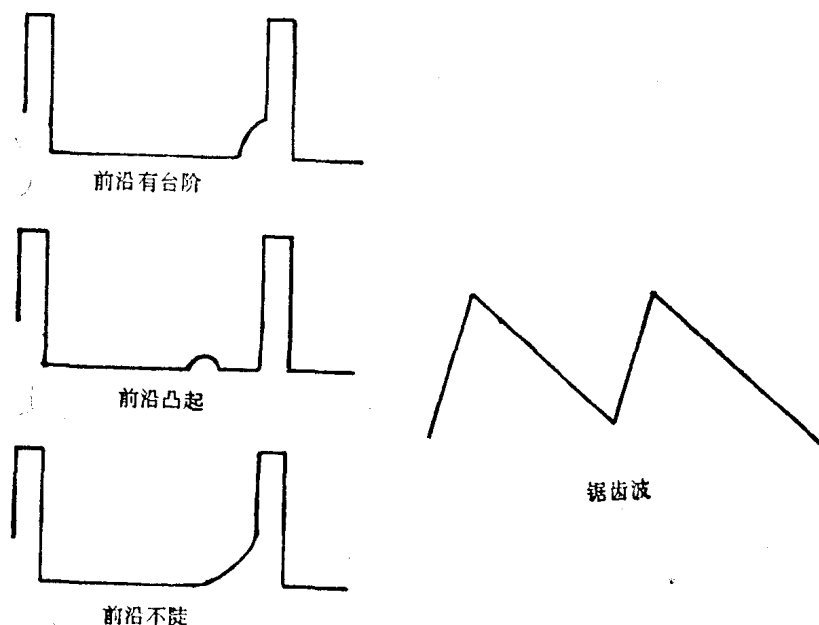

图 1
实测各点的波形并不一定和图纸上的参考波形一模一样的，可能有些差异，幅度、宽度等应与参考波形基本近似。怎样才算是异常的畸变呢？如行逆程脉冲波形前沿有台阶凸起或上升陡（如图1所示），可能是行激励不足，或行输出管不佳引起的。
⑤观察行偏转线圈中的锯齿波电流波形。这从电路上不易直接测量，但可间接测量，如在偏转电路中串一只 0.5Ω 的无感电阻（不宜太大，大了对电路有影响），用示波器测量电阻两端的电压波形（如图1所示），测得电压的峰峰值，再用欧姆定律计算出电流的峰峰值。电压的波形即为电流的波形。